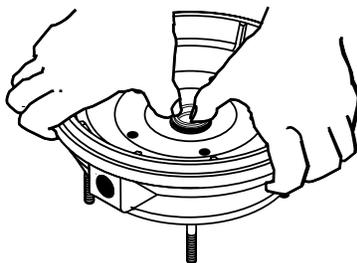

Figure 10
- Dévisser les quatre écrous de fixation de la moitié arrière de la pompe sur le moteur. Déposer la moitié rotative du joint en posant deux tournevis sous la moitié arrière du corps de la pompe et en forçant prudemment (voir la Figure 10). La moitié arrière
- Mettre une rondelle en carton propre sur la surface du joint (avec la pression des pouces, pousser fermement et bien d'équerre la moitié du joint en céramique dans la cavité du joint de la plaque d'étanchéité (voir la Figure 10). La surface polie du joint en céramique doit être orientée vers le haut. Si le joint ne repose pas adéquatement, le déposer et le poser sur un établi en orientant sa surface supérieure vers le haut. Nettoyer encore une fois la cavité. Le joint doit maintenant bien reposer.